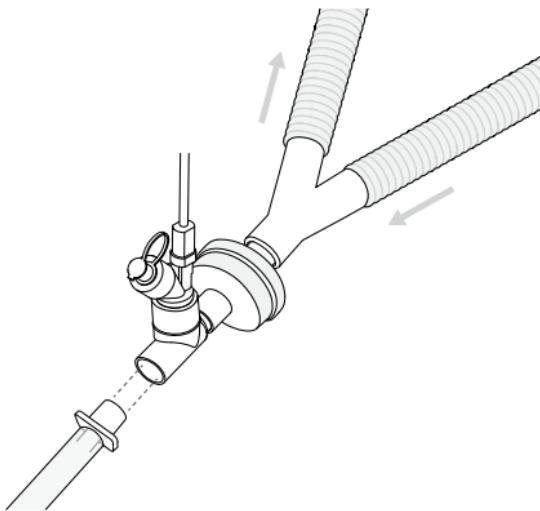

Abbildung 9. Der Aerogen Solo angebracht zwischen dem HME und dem Endotrachealschlauch
4. In dieser Konfiguration sollte nur ein für die Verwendung mit einem Vernebler zugelassener HME eingesetzt werden (Abbildung 9). Befolgen Sie die Anweisungen des Herstellers hinsichtlich einer Verwendung zusammen mit einem Vernebler. Stellen Sie sicher, dass das kombinierte Volumen aus Vernebler und T-Stück mit oder ohne HME auf das verabreichte Atemvolumen abgestimmt ist. Vernebler dürfen nicht zwischen dem Y-Anschlussstück und Neugeborenen betrieben werden. Beachten Sie die Kontraindikationen auf Seite 5.